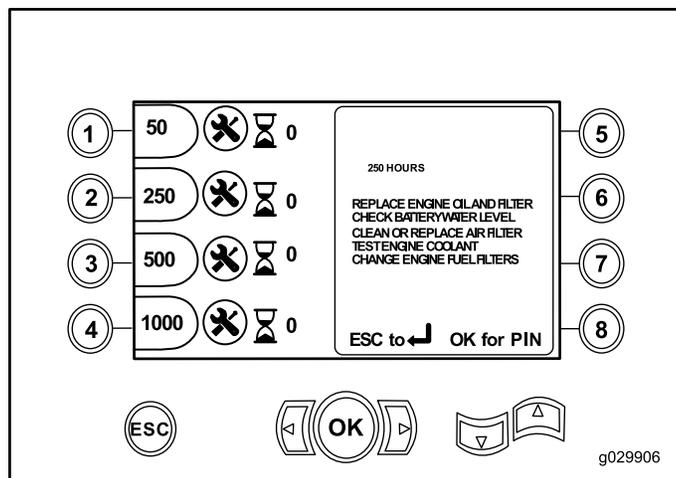

Figura 13
- Botão 2 – 250 horas (Figura 13)